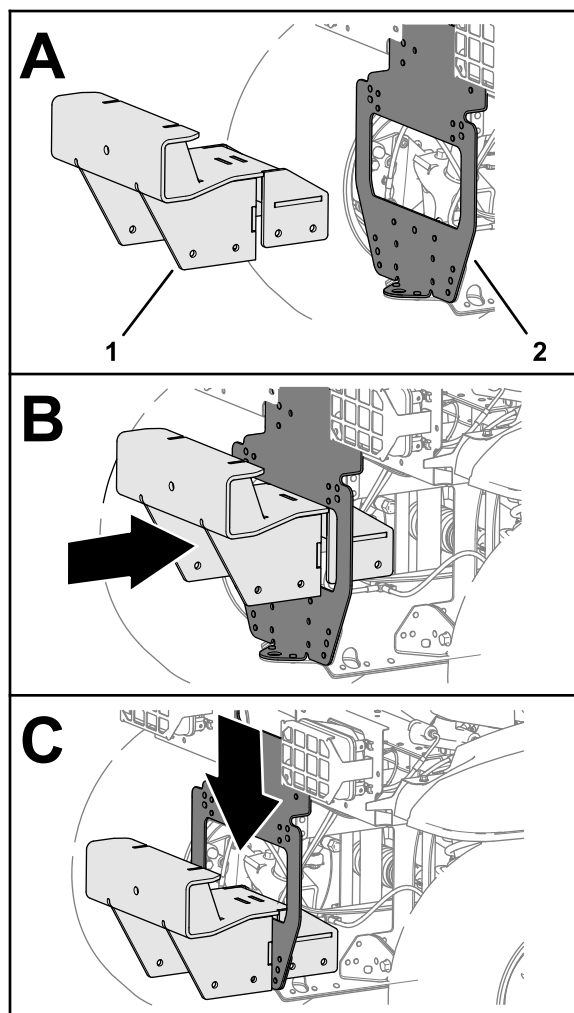

Bild 48
1. Montieren Sie die Befestigung für den Ballaufnehmers an der Stoßstangenstütze, wie in Bild 48 abgebildet.